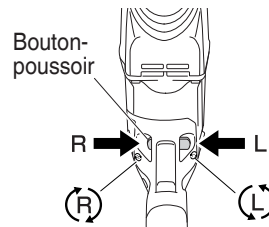

Fig. 6
- 9. Vérifiez la direction de rotation de la mèche (Fig. 6)